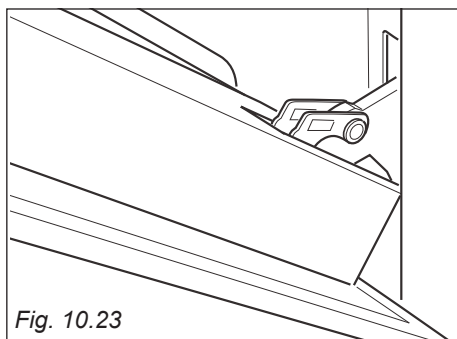

Fig. 10.23
- Socchiudere dolcemente la porta fino a quando le leve "A" delle cerniere destra e sinistra si agganciano alla parte "B" della porta (fig. 10.23, 10.22).